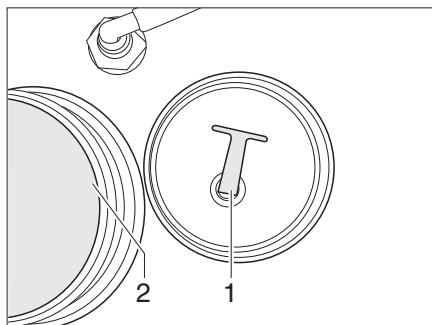

Bild 336 Propp
- Skruva ut proppen (Bild 336,1) ur utloppsöppningen (Bild 336,2). Vattnet rinner ut.